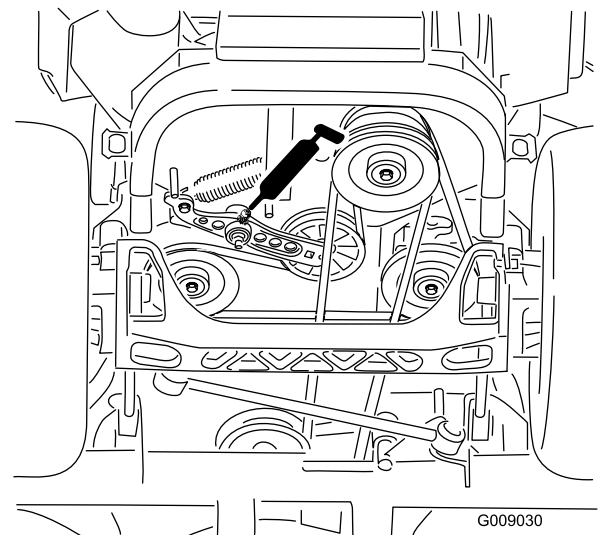

Figure 39
6. Graissez le bras de la poulie de tension de la courroie d'entraînement (Figure 39).